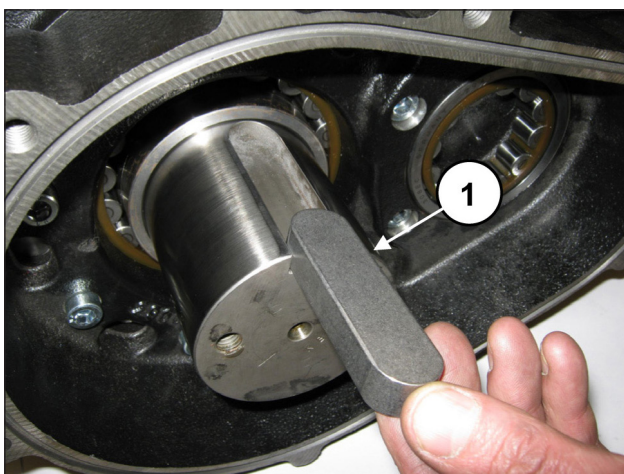
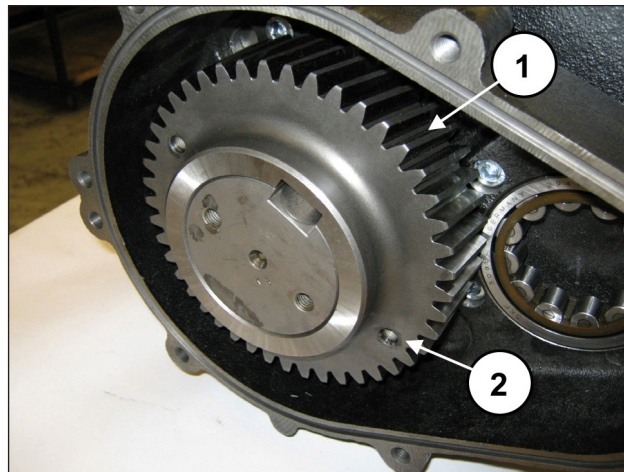

Abb. 74
Abb. 75
Montieren Sie die Passfeder 22x14x80 in den Wellensitz (Pos. ①, Abb. 74) und schieben Sie den Zahnkranz auf die Welle (Pos. ①, Abb. 75).
**Stellen Sie beim Einbau des Zahnkranzes sicher, dass die beiden Bohrungen M8 (zum Abziehen verwendet) zur Außenseite der Pumpe gerichtet sind (Pos. ②, Abb. 75).**